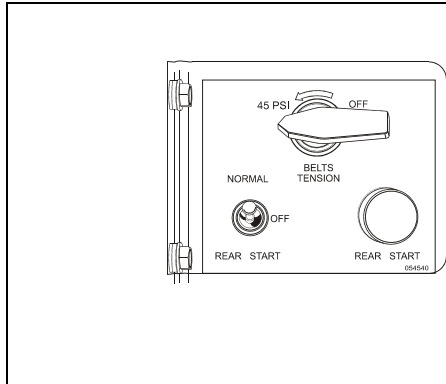

FIGURE 1: ROBINET DE COMMANDE H3 ET VIP
1. Libérer la pression d'air du soufflet. Pour ce faire, tourner le robinet de commande des tendeurs de courroies jusqu'à la position OFF (figure 1 et 2). Ce dernier se trouve dans le compartiment moteur.